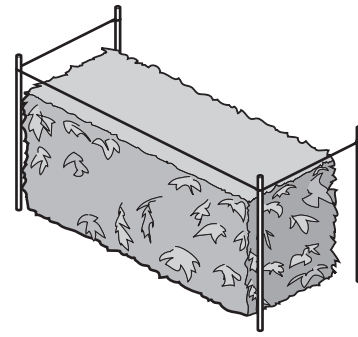

Fig. 12
- Utilisez une ficelle pour obtenir une haie de niveau. Tendez une ficelle à la hauteur désirée le long du haut de la haie et taillez la haie juste au-dessus de cette ficelle (Fig. 12).